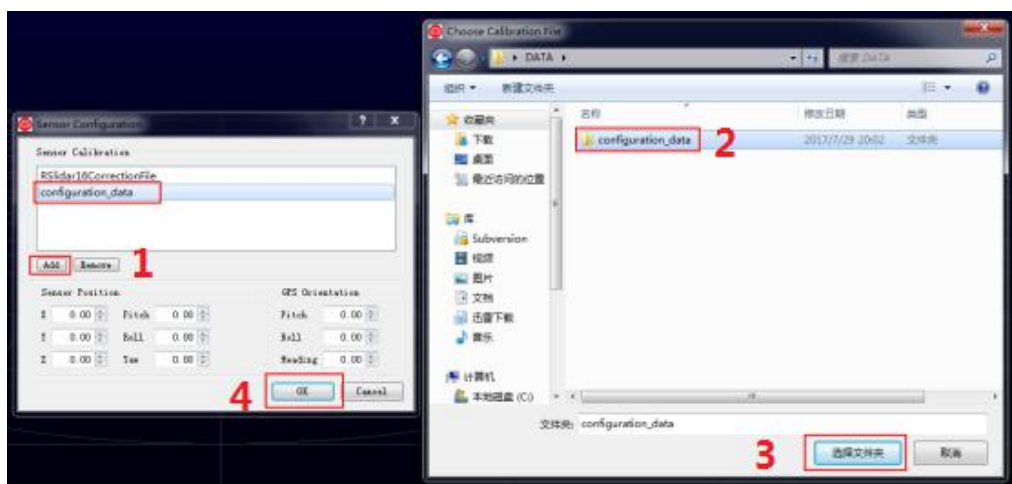

图 B-2 选择 RS-LiDAR- M1 (B2 样件) 参数配置文件
4. 在弹出的 **Sensor Configuration** 窗口中，默认包含一个命名为 RSliDARM1CorrectionFile 的雷达参数目录，但是请 Add 您购买的雷达对应的参数目录，否则显示的点云图形将会混乱。选择配置文件所在文件夹然后点击 **OK**（图 B-2）。注意配置文件的文件夹路径中不能包含有中文或者中文字符，并且所选择文件夹下需要有三个 CSV 格式文件： ChannelNum.csv / limit.csv / real\_slow\_axis.csv。您可以在 RS-LiDAR- M1（B2 样件）的包装里面的 U 盘里面找到对应的配置文件夹 configuration\_data。配置文件夹存放路径不允许有中文字符。